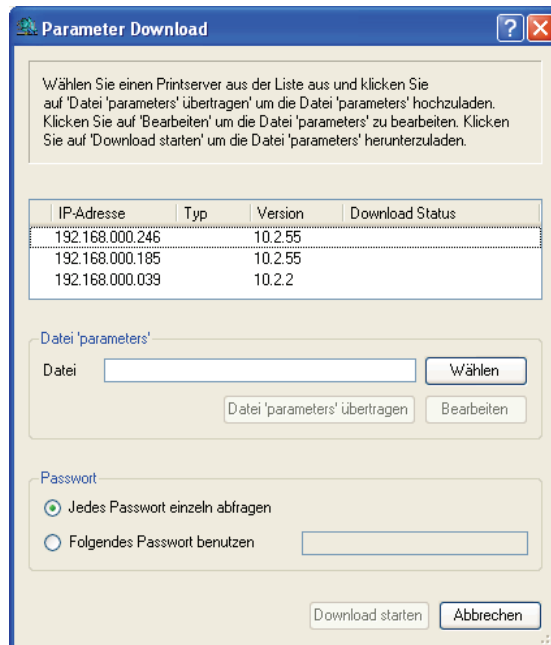

Abb. 22: PRINTSERVER-NetTool – Parameter Download
3. *Wählen Sie im Menü Aktionen den Befehl Download - Datei 'parameters'. Der Dialog Parameter Download erscheint; siehe Abb. 22 ⇨  154.*
3. Wählen Sie im Menü **Aktionen** den Befehl **Download – Datei 'parameters'**. Der Dialog **Parameter Download** erscheint; siehe Abb. 22 ⇨ 154.